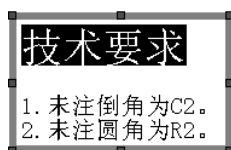
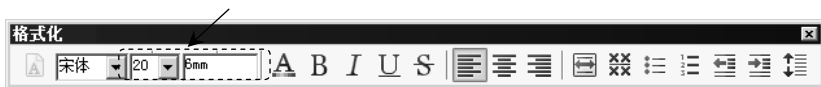

图 9.8.4 选取文本 1
图 9.8.5 文本格式 1
(1) 在如图 9.8.3 所示的注释文本中选取如图 9.8.4 所示的文本 1，设定为如图 9.8.5 所示的文本格式 1。